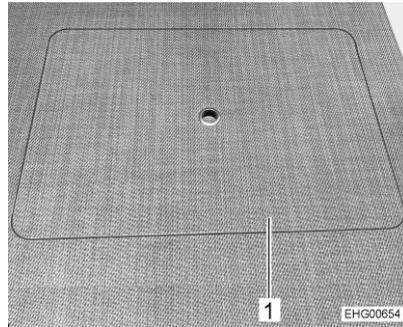

Bild 34 Servicedeckel Doppelboden
- Einen der Servicedeckel (Bild 34,1) im Wohnraum öffnen.